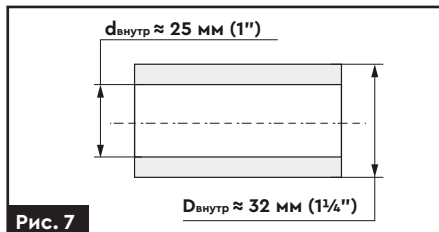

Рис. 7
2. При приєднанні до магістрального водопроводу діаметр труби в місці приєднання вхідного патрубка має бути не менший, ніж 1 1/4" (рис. 7).